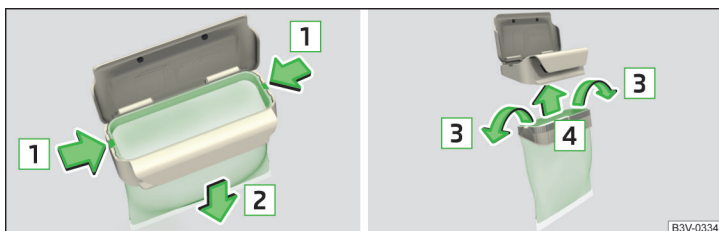

Fig. 88 Înlocuirea pungii
- Comprimați ambele elemente de fixare de pe cadru în sensul săgeții **1** » fig. 88.